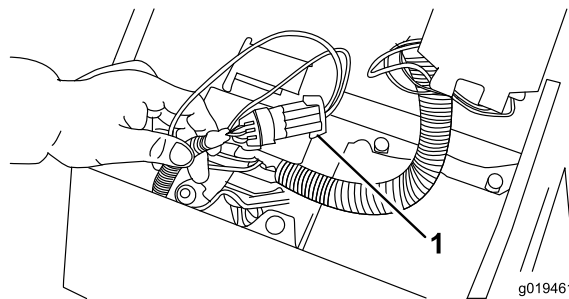

Figura 41
2. Abra la tapa del panel de control. Localice el arnés de cables y el conector del bucle de prueba. Desenchufe con cuidado el conector del bucle de prueba del conector del arnés (Figura 41).